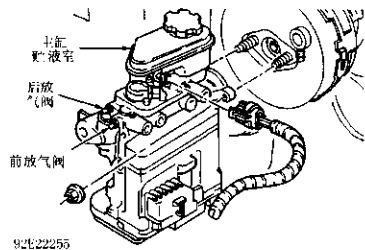

图 4-6 防抱死制动系统模块总成前放气阀识别图
2) 当其它油口被堵住时，通过缸孔盲端上的上出油口通入低压的压缩空气，卸下主活塞和第二活塞、弹簧、弹簧限位器和密封圈；用干净的工业酒精清洗所有零部件 (图 4-6)。
用干净的制动液润滑所有零部件和主缸缸孔，以便重新装配。安装弹簧、弹簧限位器、密封圈和活塞（图4-6）。安装卡箍，同时将主活塞压入缸孔。连同贮液室和膜片盖一起安装比例阀和制动液位传感器。
将主缸贮液室盖及其周围清理干净。卸下贮液室帽。确认贮液室是充满的。安装贮液室帽。将一根干净的软管接在后放气阀上,并将软管的另一端浸在一个装有干净制动液的容器中(图4-6)。慢慢打开后放气阀。踩下制动踏板直至制动液开始流出。关闭阀门,并松开制动踏板。重复以上步骤,直至软管中看不见气泡为止。对前放气阀重复以上步骤。
1) 确认贮液室是充满的。将一根干净的软管接在后放气阀上,并将另一端浸在一个装有干净制动液的容器内(图4-6)。